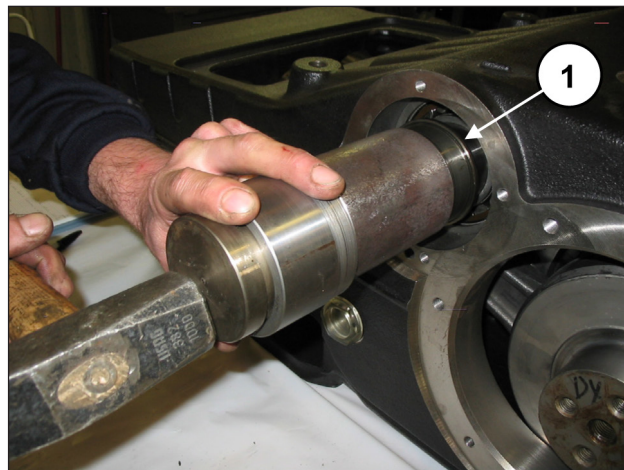
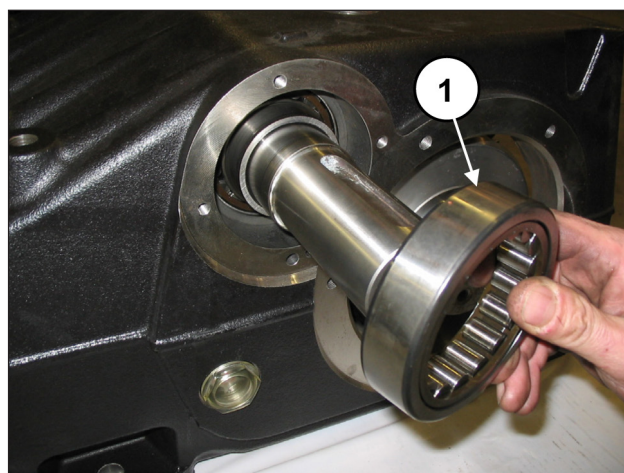

Fig. 62
Fig. 63
Introducir la anilla interna (pos. ①, Fig. 62) y la anilla externa (pos. ①, Fig. 63) de un cojinete desde un único lado de la bomba.
Repetir las operaciones en el lado opuesto. Introducir la anilla interna (pos. ①, Fig. 62) y la anilla externa (pos. ①, Fig. 63) del último cojinete.